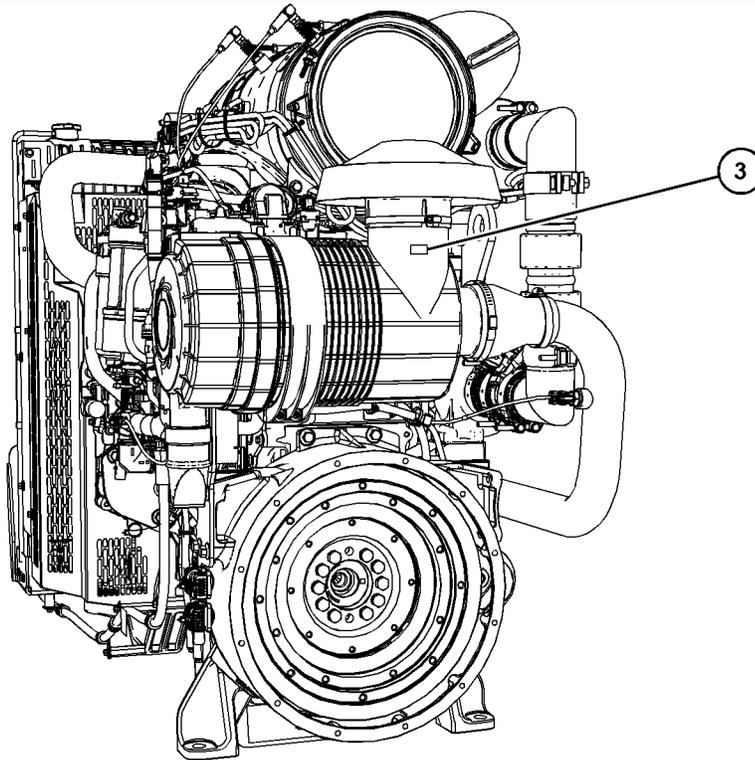

Ilustración 6
(3) Advertencia de éter
La etiqueta de advertencia de éter (3) está colocada en el filtro de aire situado cerca de la admisión de aire. Consulte la ilustración 6. La ubicación depende de la aplicación. En algunas aplicaciones, la etiqueta de éter se suministra sin pegar para que la coloque quien instale el motor.